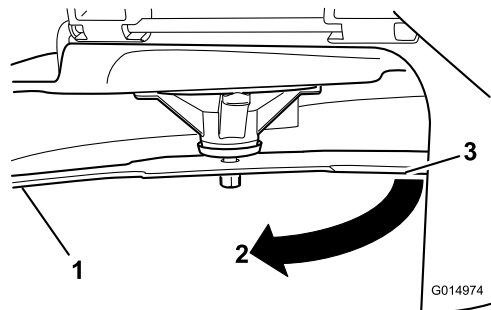

Figura 61
4. Rotii aceeași lamă la 180 de grade, astfel încât marginea de tăiere opusă să se afle acum în aceeași poziție (Figura 61).